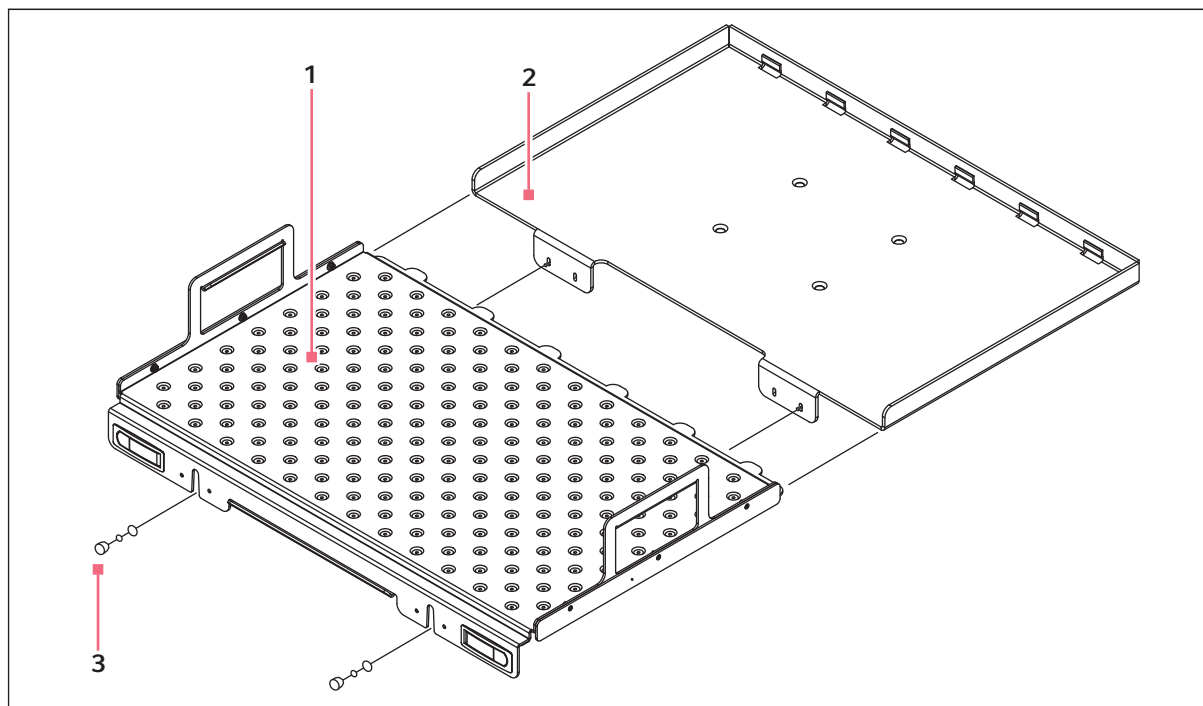

Fig. 1-4: Installazione della piattaforma
4. Utilizzando le rispettive impugniture laterali (vedi Fig. 1-4 a pag. 7), sistemare la piattaforma sulle guide presenti sulla parte piatta della porta aperta.